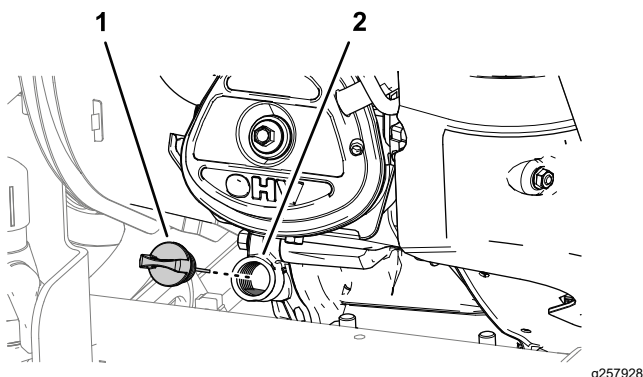

図 75
4. エンジンからディップスティックを抜きウェスで一度きれいに拭く(図 75)。
8. ディップスティックを取り付けて手締めする 図 75。